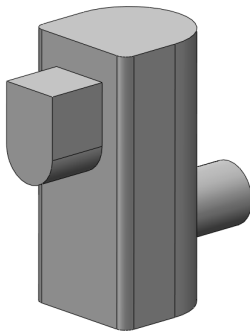

图 12-68 拉伸实体
**07** 拉伸实体。单击“特征”控制面板中的“拉伸凸台/基体”按钮, 此时系统弹出“凸台-拉伸”属性管理器。选择上步绘制的草图作为拉伸截面, 设置终止条件为“给定深度”, 输入拉伸距离为 56.00mm, 然后单击属性管理器中的“确定”按钮, 结果如图 12-68 所示。